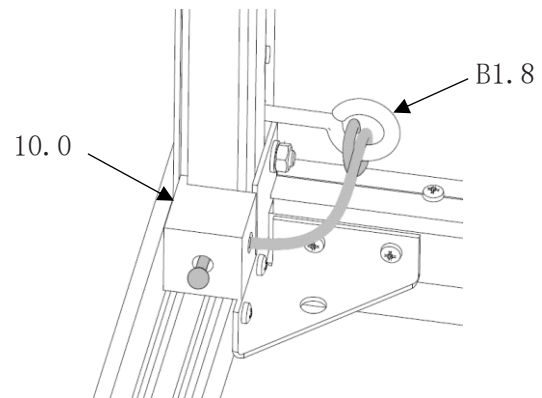

Abb. 42
- eine Kordel (**Pos. 11.0**) wird durch die Bohrung des Klemmschutz (**Pos. 10.0**) gefädelt und an dem Ende verknötet. (Abb. 42)
das andere Ende von der Kordel wird an Ringschraube (**Pos. B1.8**) verknötet. (Abb. 42)